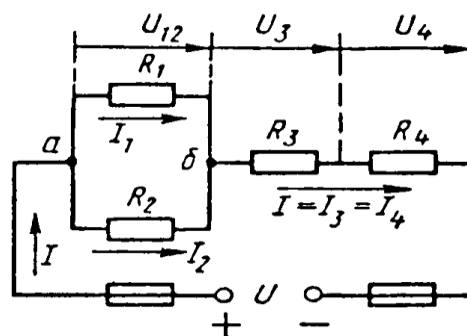

Рис. 1
Условие задачи. Цепь постоянного тока со смешанным соединением состоит из четырех резистором. Заданы схема цепи (рис. 1), значения сопротивлений резисторов:
2) обозначим токи I_1, I_2, I_3, I_4 на (рис. 1) стрелками и определим их значения из формулы мощности:
Формулировка закона: алгебраическая сумма токов в узловой точке равна нулю. Математическая запись для узла б схемы цепи рисунок 1:
<p>алгебраической сумме падений напряжений $\sum I \cdot R$ на отдельных сопротивлениях этого контура.</p> <p>В замкнутом контуре (рис. 1) приложенное напряжение U (аналогично ЭДС при внутреннем сопротивлении источника тока, равном нулю) и падения напряжения</p> $U_{12} = I \cdot R_1; U_3 = I \cdot R_3 \text{ и } U_4 = I \cdot R_4$ <p>Обходя контур по направлению тока (в данном случае по часовой стрелке), составим уравнение по второму закону Кирхгофа:</p> $U = U_{12} + U_3 + U_4$ <p>Подсчет баланса мощности. Общая мощность цепи равна сумме мощностей на отдельных резисторах.</p> <p>Для схемы цепи (рис. 1) $P = P_1 + P_2 + P_3 + P_4$: так как $P = I^2 \cdot R$ или $P = U^2/R$, то $P = I^2 R_1 + I^2 R_2 + I^2 R_3 + I^2 R_4$ или</p> $P = U_{12}^2/R_1 + U_{12}^2/R_2 + U_3^2/R_3 + U_4^2/R_4.$ <p>Если проверку решения проводить путем сравнения результатов решения другими способами, то в данном случае вместо определения тока из формулы $P = I^2 \cdot R_{\text{эк}}$ можно было найти напряжение</p> $U = \sqrt{P R_{\text{эк}}} \text{ из } P = U^2/R_{\text{эк}},$ <p>а затем $I = U/R_{\text{эк}}$ по формуле закона Ома.</p> <p>Критерии оценки: - точность расчетов; объем выполненных заданий, оформление.</p>